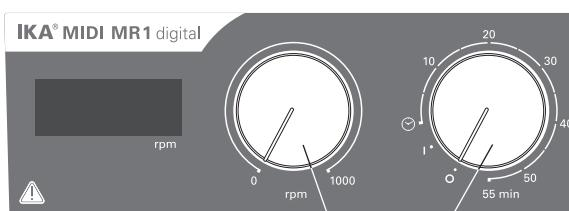

Fig. 3
- ⇒ Slå på apparaten genom att vrida vridknoppen **"På/av"** och **"Timer"** (B, se **Fig. 3**) medurs till position **"1"**.
- ⇒ Stäng av apparaten genom att vrida vridknoppen **"På/av"** och **"Timer"** (B) till position **"0"**.
- ⇒ Ställ in motorvarvtalet med reglerknoppen **"Varvtal"** (C, se **Fig. 3**). Motorvarvtalet kan ställas in till mellan 0 och 1000 rpm för **MIDI MR 1 digital** och till mellan 0 och 600 rpm för **MAXI MR1 digital**.